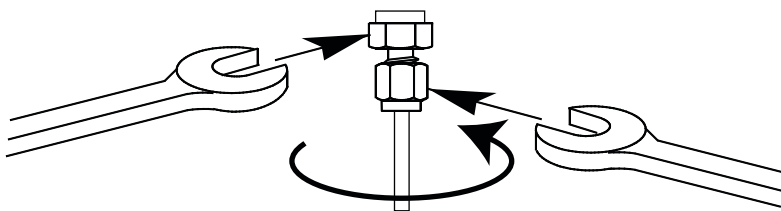

Рисунок 21 Окончательное закручивание
- 8 Для фитингов Swagelok 1/8" используйте пару ключей, чтобы закрутить фитинг на 3/4 оборота (см. Рис. 21).